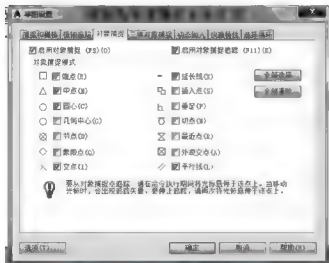

图 2.82 勾选【中点】捕捉复选框
- (3) 右击状态栏上的【对象捕捉】按钮,在弹出的快捷菜单中选择【对象捕捉设置】,则弹出【草图设置】对话框。勾选【中点】捕捉复选框,如图2.82所示。